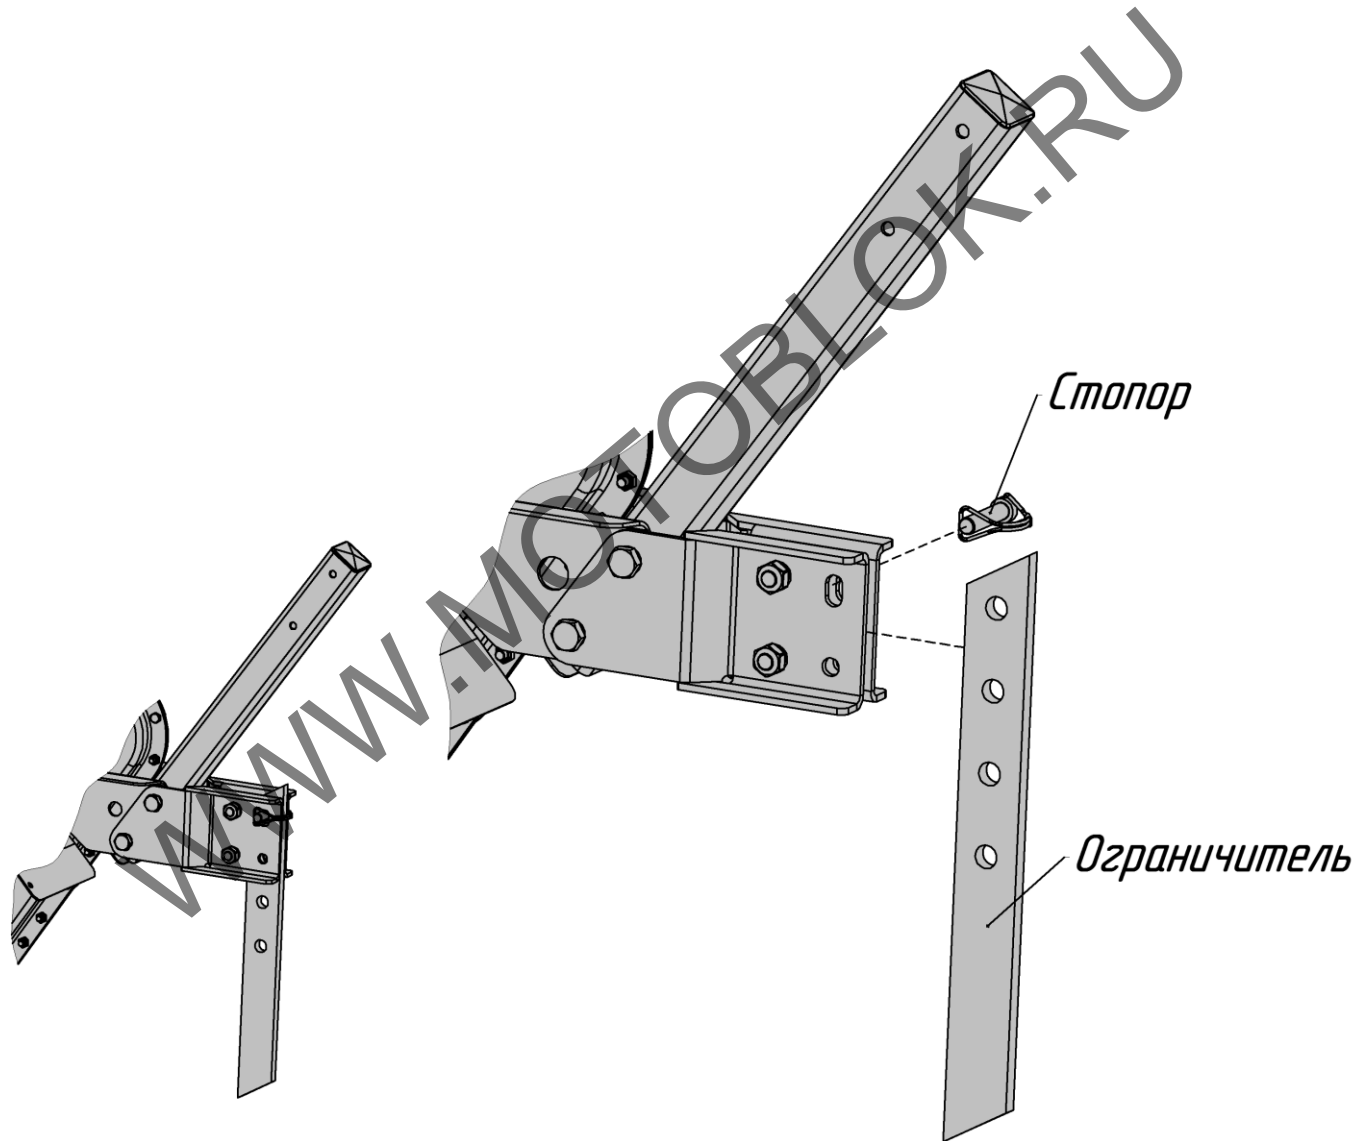

Рис.3 Установка ограничителя глубины культивации на мотокультиватор
3. Установить ограничитель глубины культивации на мотокультиватор согласно рис.3.